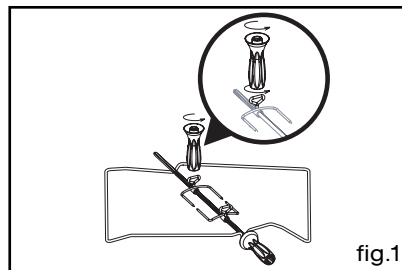

fig.1
- enfiler une des fourchettes sur la broche ; embrochez la pièce à rôtir ; enfiler la deuxième fourchette ; centrez et serrez en vissant les deux fourchettes à l'aide de la poignée (fig.1).